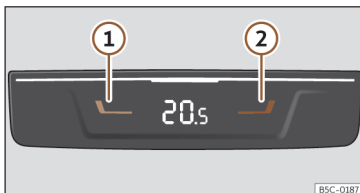

Fig. 110 En la parte trasera de la consola central: mandos para las plazas traseras.
- Pulse las teclas ① y ② >>> **fig. 110** para ajustar la temperatura de la zona posterior.